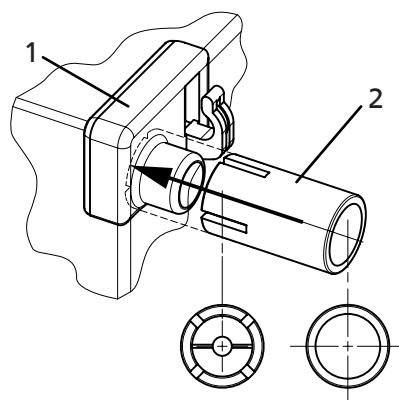

Figura 1. Inserire i distanziali (2) nell'angolo (1) e premere fino in fondo.
8. Per garantire una buona circolazione d'aria intorno all'apparecchio, bisogna lasciare uno spazio adeguato sui lati e sulla parte superiore e posteriore del frigo-congelatore. A tal fine, posizionare i distanziali agli angoli superiori della parte posteriore dell'apparecchio, come mostrato nella Figura 1.